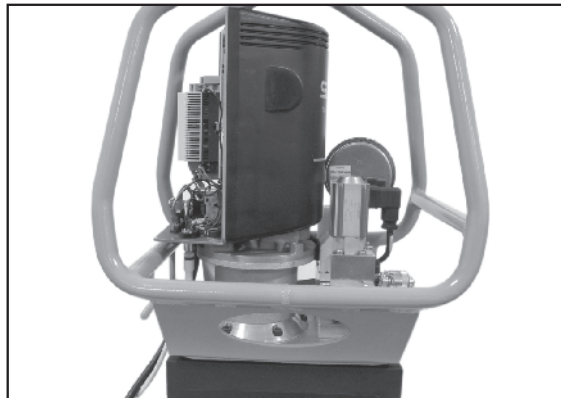

Figura 15.
4. Vedere la Figura 15. Ruotare il motore.